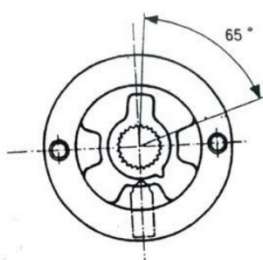

Рис. 9
Установите трещотку так чтобы она перемещалась на 65 гр. в храповом стопоре (10), отрегулируйте зазор между шарообразным винтом и храповым стопором (10), позволяя ему перемещаться и не выскакивать (см. рис. 9)